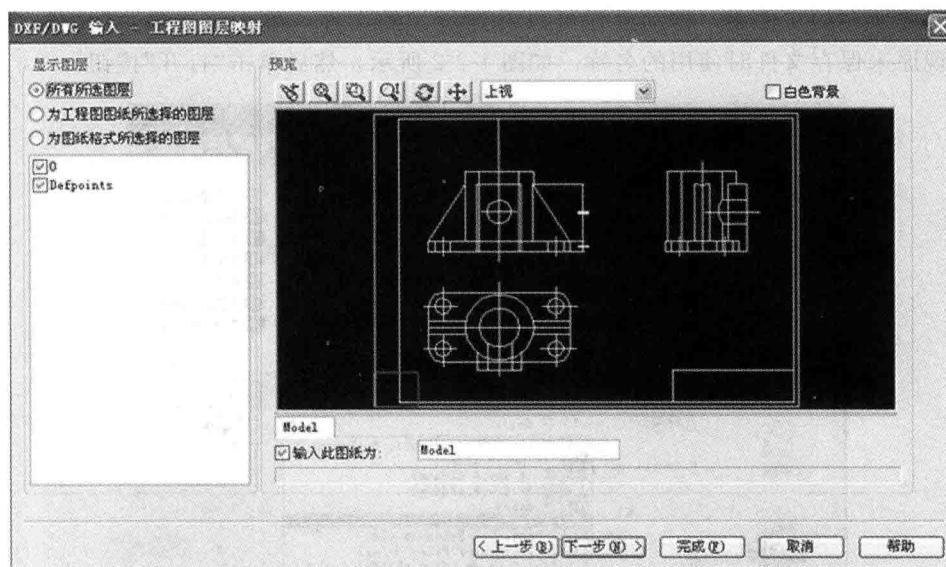
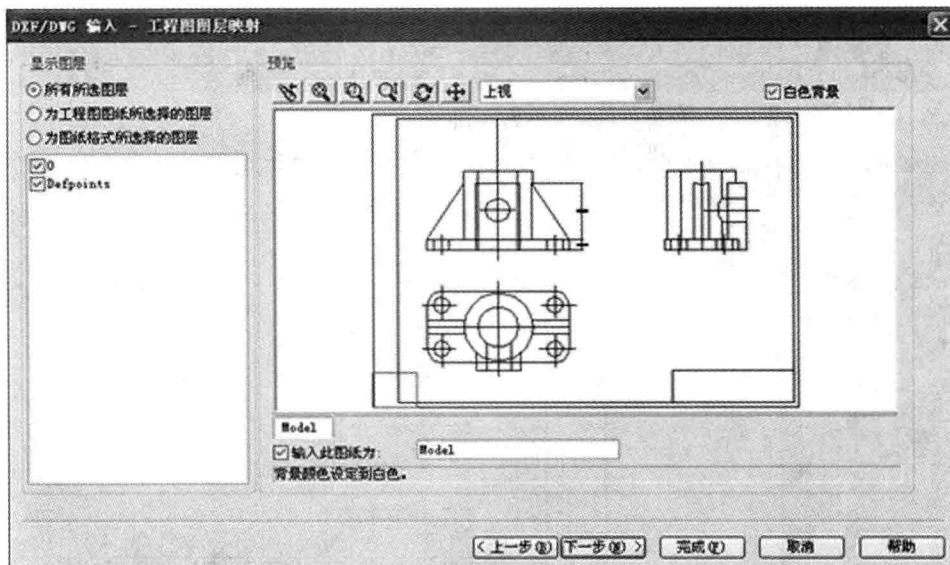
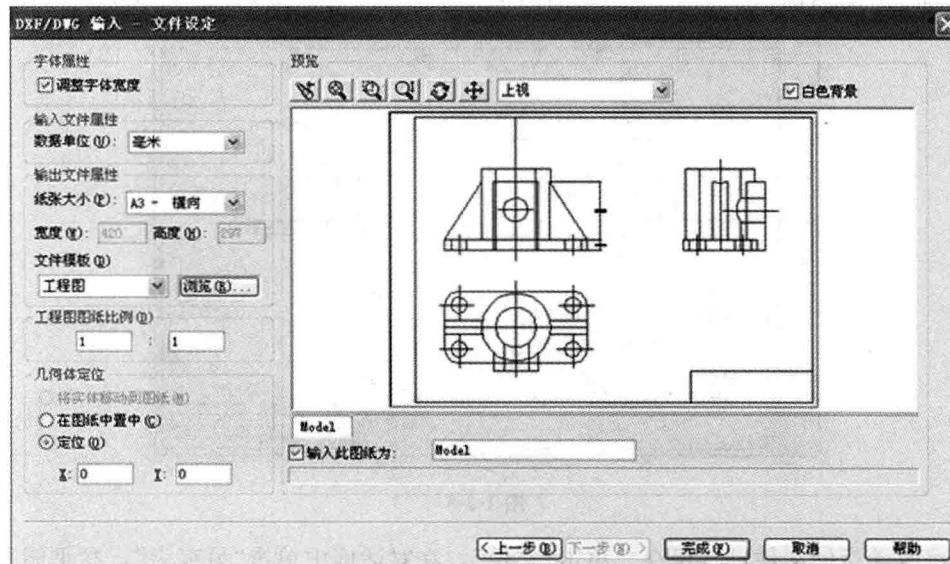
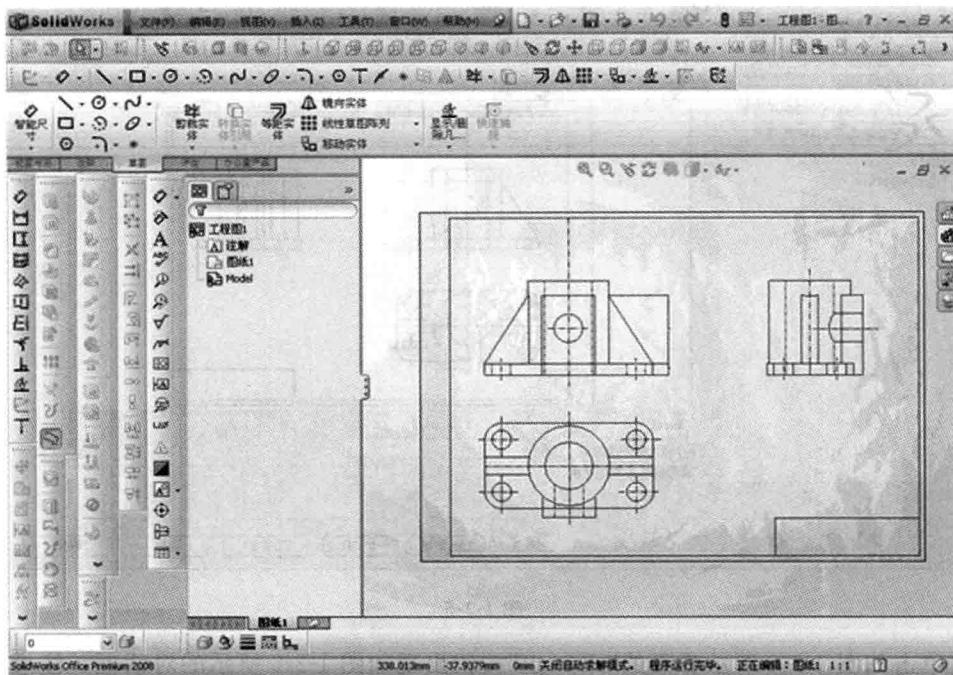

图 1-2-4
图 1-2-5
图 1-2-6
图 1-2-7
4) 如图 1-2-3 所示，单击“下一步”按钮，出现如图 1-2-4 所示的预览。选中“所有所选图层”，“输入此图纸为 Model”，然后单击“白色背景”，背景颜色由黑变白，见图 1-2-5。左下角出现一个红色矩形框，代表坐标原点位置，暂时不用管它。
5) 单击如图 1-2-5 所示界面的“下一步”按钮出现如图 1-2-6 所示的对话框，注意将“数据单位”改为“毫米”，将纸张大小改为 A3，与原来绘图时大小一样，其他默认。单击“完成”按钮，见图 1-2-7。图纸背景是软件默认背景，不用改变。工具栏标题栏的格式是随你自己的安排而变化的。